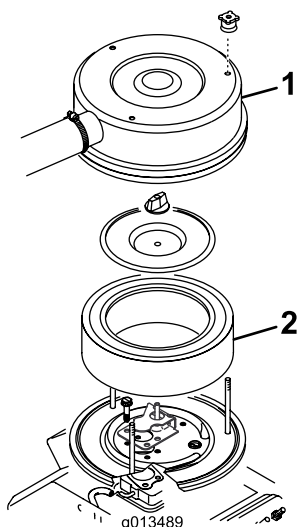

Figura 17
- Rimuovete le manopole e il coperchio del filtro dell'aria (Figura 17).